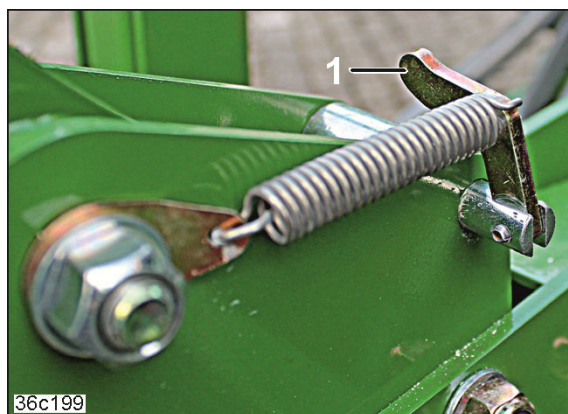

Fig. 197
2. Beide Anfasser (Fig. 197/1) nach oben schwenken.